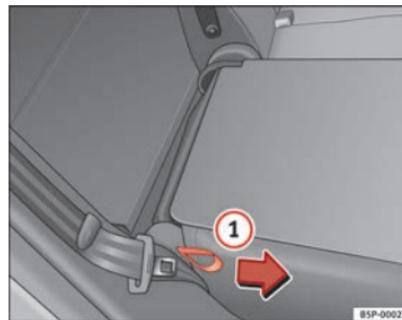

Fig. 100 Ribaltamento dello schienale dei sedili
- Tirare in direzione della freccia la maniglia flessibile che si trova su un lato del sedile ⇒ fig. 100 ① e fissare lo schienale.